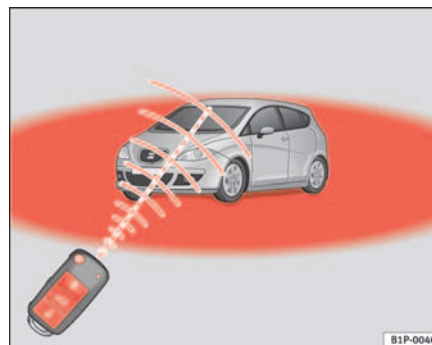

Abb. 64 Wirkungsbereich der Funk-Fernbedienung
- Die Funk-Fernbedienung funktioniert nur, wenn Sie sich im Wirkungsbereich befinden ⇒ Seite 103, Abb. 64 (rote Fläche).